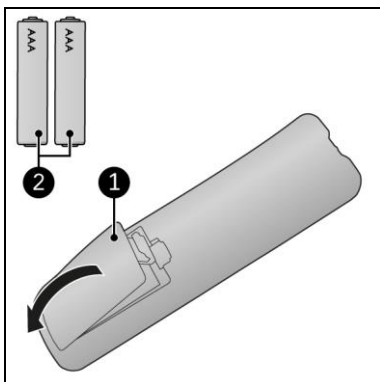

Figure 17
1. Retirez le couvercle (figure 17, pos. 1).
3. Insérez deux piles (AAA 1,5 V) (figure 17, pos. 2) comme indiqué dans le compartiment à piles. Veillez à insérer les piles correctement.